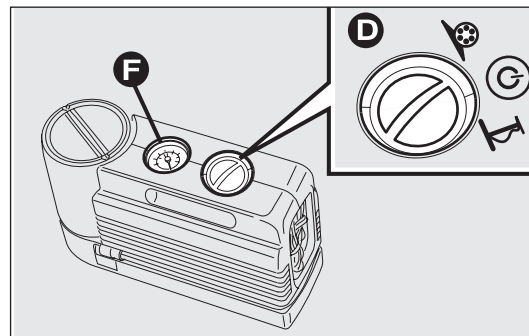
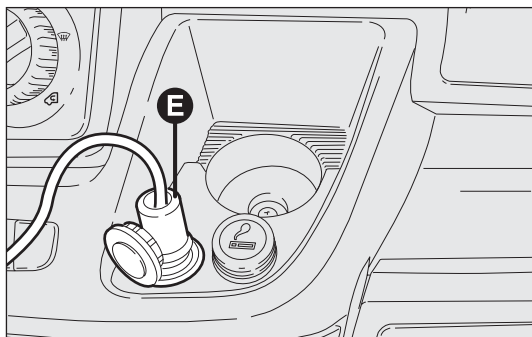

рис. 173
рис. 174
- ❑ вставьте вилку Е – рис. 174 в ближайшую розетку электрического тока 12 В и включите двигатель. Поверните переключатель D – рис. 173 против часовой стрелки в положение ремонта. Включите комплект кнопкой on/off. Давление накачки шины должно соответствовать указанному в параграфе «Давление накачки» в главе «Технические характеристики».
Для более точного определения давления проверьте его значение по манометру F – рис. 173, когда компрессор выключен и центральный переключатель все еще находится в положении ремонта;